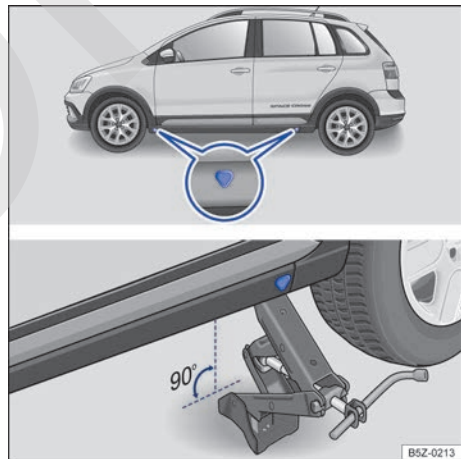

Fig. 185 Puntos de apoyo del gato y gato posicionado atrás en el lado izquierdo trasero del vehículo.
El gato únicamente puede ser posicionado en los puntos de apoyo indicados (marca en la carrocería) → fig. 185. Es válido el punto de apoyo ubicado próximo a la rueda correspondiente → ⚠.
6. Busque debajo del vehículo el punto de apoyo del gato → fig. 185 más cercano a la rueda que debe cambiar.
8. Garantizar que la base del gato, con toda su superficie, esté sobre el piso y que la base se encuentre perpendicularmente por debajo del punto de colocación → fig. 185.
9. Alinear el gato y, simultáneamente, levantar la garra del gato hasta que se encaje en el travesaño debajo del vehículo → fig. 185.
- Posicionar el gato únicamente en los puntos indicados. La garra del gato debe encajarse en el perfil del larguero de forma segura → fig. 185.